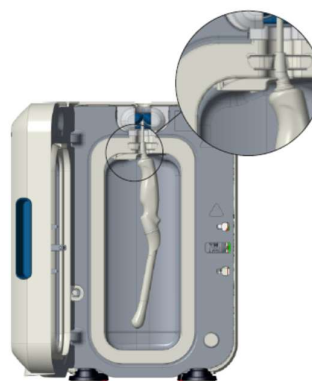

Figura 3
- **IPP** Il Posizionatore integrato della sonda (IPP) è un meccanismo totalmente integrato nei dispositivi trophon2 e trophon3 (vedere Figura 3) che migliora il posizionamento di tutte le sonde convesse approvate nella camera di trophon. Consultare il Manuale per l'utente di trophon per informazioni su come utilizzare il Posizionatore integrato della sonda (IPP).
- **PSI** El posicionador de sonda integrado (PSI) es un mecanismo totalmente integrado en los dispositivos trophon2 y trophon3 (consulte la figura 3) que mejora el posicionamiento de las sondas curvadas en la cámara del trophon. Consulte los manuales de usuario del trophon para obtener más información sobre cómo usar el IPP.